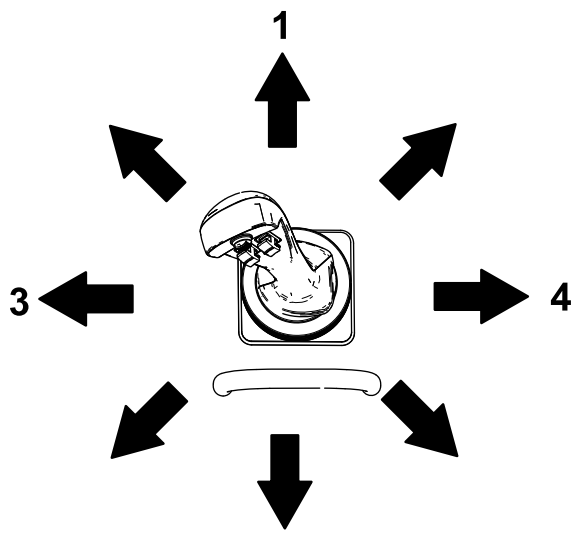

Figura 18
- Para inclinar el apero hacia adelante, mueva lentamente la palanca a la derecha (Figura 18).
- Para inclinar el apero hacia atrás, mueva lentamente la palanca a la izquierda (Figura 18).
- Para bajar los brazos de carga, mueva lentamente la palanca hacia adelante (Figura 18).
- Para elevar los brazos de carga, mueva lentamente la palanca hacia atrás (Figura 18).